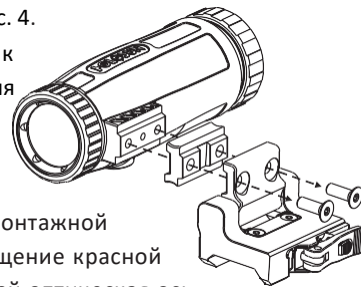

Рис. 4
- 2) Выверните два винта снизу, затем установите или снимите проставку, как показано на Рис. 4.